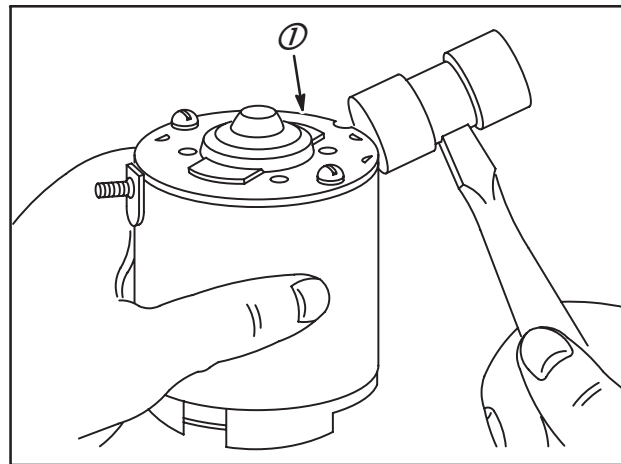

Fig. 40
14. Taper légèrement avec un maillet sur les extrémités (1) pour aligner les paliers, Fig. 40.